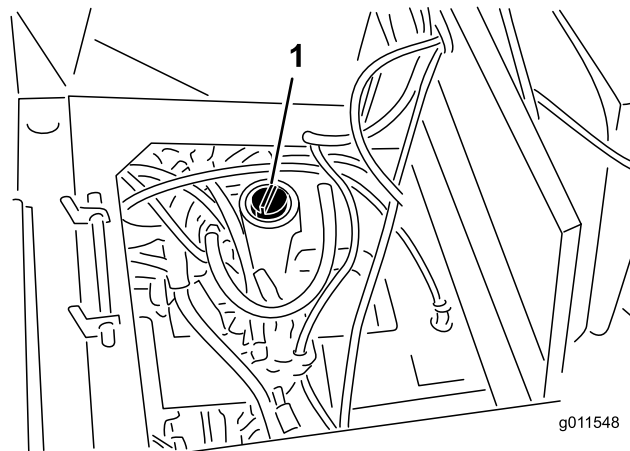

Figura 12
- Limpie la zona alrededor del cuello de llenado y el tapón del depósito hidráulico (Figura 12). Retire el tapón del cuello de llenado.